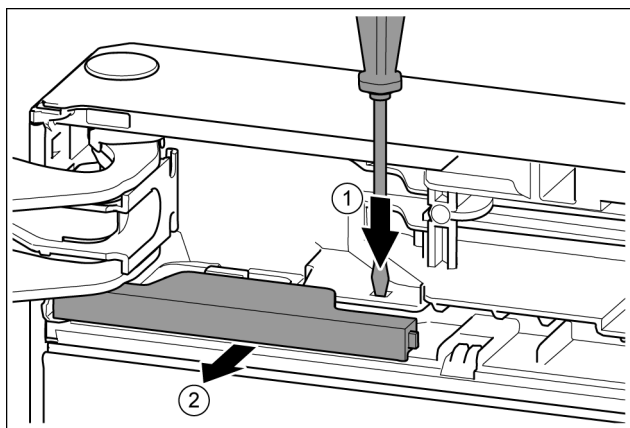

Fig. 11
- ▶ Lip met de sleufschroevendraaier indrukken. *Fig. 11 (1)*
- ▶ Afdekking uit de vergrendeling trekken. *Fig. 11 (2)*